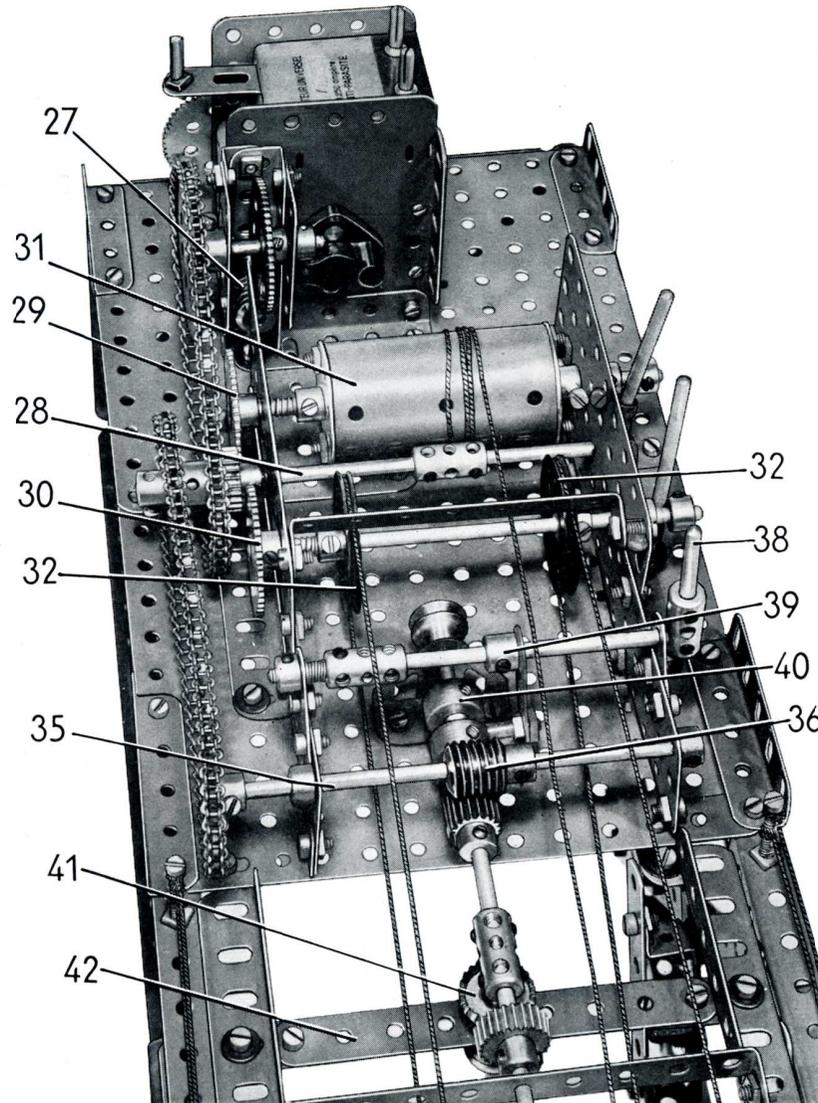

FIG. 9
Un pignon de 15 dents monté sur l'arbre du moteur entraîne une roue de 60 dents fixée sur une tringle de 9 cm. qui passe dans les flasques du moteur. Cette tringle porte une vis sans fin (27) qui entraîne une roue de 57 dents montée sur une tringle de 5 cm. qui passe dans les poutrelles plates de 4 trous. Une roue de chaîne de 36 dents montée sur cette tringle est reliée par une chaîne Galle à une roue de chaîne identique montée sur l'axe (28) (fig. 9) constitué par une tringle de 9 cm. et une de 5 cm. réunies par un accouplement. L'axe (28) porte un pignon de 25 dents, et les roues de 50 dents (29) et (30) peuvent être amenées en contact avec ce pignon en faisant coulisser les tringles sur lesquelles elles sont montées. La roue (29) est fixée sur une tringle de 13 cm. qui porte un tambour d'enroulement (31) formé par deux roues barillet coincées aux extrémités d'un cylindre par des écrous placés sur deux tiges filetées de 75 mm. Un ressort de compression est placé entre le tambour et l'un des côtés de la boîte de vitesse, comme le montre la figure 9. La roue dentée (30) est fixée sur une tringle de 13 cm. qui porte deux poulies de 38 mm. (32), et un ressort de compression est placé entre l'une des poulies et le côté de